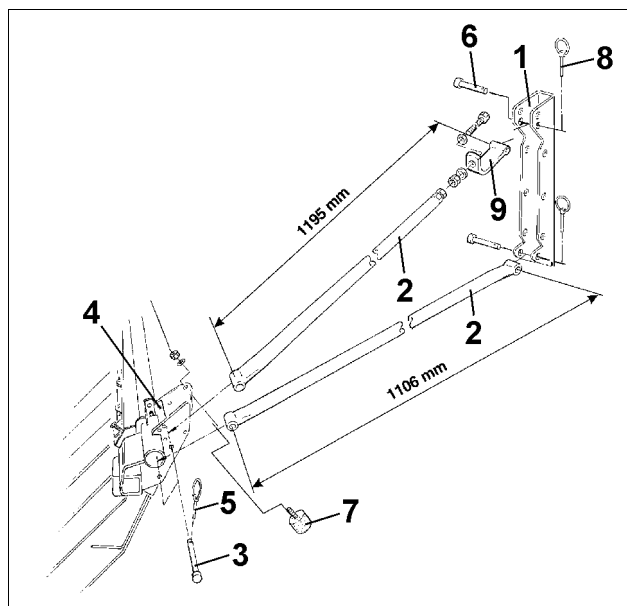

Fig. 23
- Svingmetelspuden (Fig. 23/7) monteres.
- Holderrørene (Fig. 23/2) fastgøres med bolte (Fig. 23/3) til eksaktdækstriglens holdere (Fig. 23/4) og sikres med ringsplitter (Fig. 23/5).
- Holderrørene (Fig. 23/2) fastgøres med bolte (Fig. 23/6) i lommerne (Fig. 23/1) og sikres med ringsplitter (Fig. 23/8).